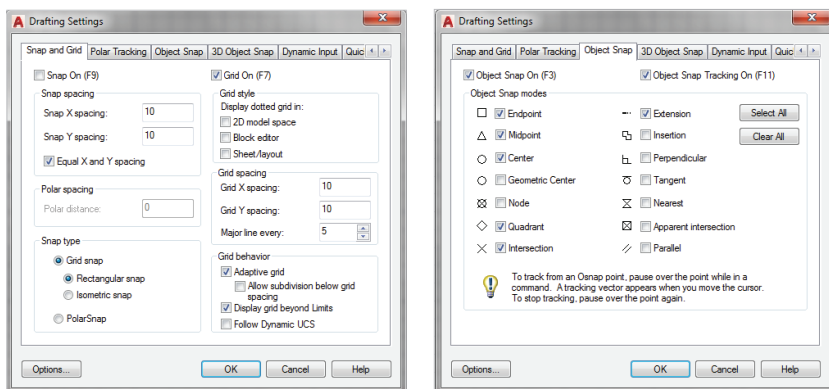

Рис. 1.14. Диалоговые окна **Snap and Grid** (Привязка и сетка) и **Object Snap** (Объектная привязка)
- **Snap and Grid** (Привязка и сетка) – для установки параметров привязки и сетки (рис. 1.14, слева);
- **Object Snap** (Объектная привязка) – для установки параметров объектной привязки (рис. 1.14, справа).